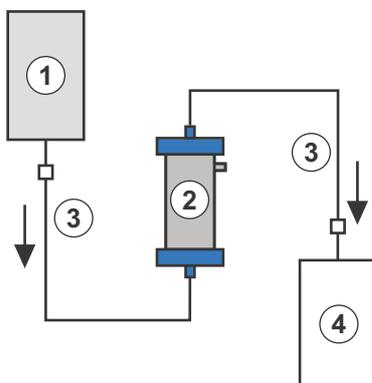

Abb. 6-3 Aufbau zum Spülen des Heparinadsorbers
Materialien: siehe Legende zu Abb. 6-3
2. Die zweite Verbindungsleitung und den Leerbeutel, wie in Abb. 6-3 dargestellt, mit der Ausgangsseite des Heparinadsorbers verbinden.